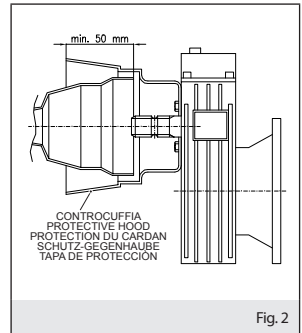

Fig. 2
- la controcuffia di protezione (fig.2) sia presente integra e ben fissata. La controcuffia deve coprire la protezione del giunto cardanico per almeno 50mm e deve impedire il contatto accidentale delle mani con organi in movimento.
- the protective hood (fig.2) is attached, in good order and properly anchored. The hood must cover the P.T.O. guard by at least 50mm and must prevent accidental hand contact with moving parts.
- la contre-coiffe de protection (fig. 2) est présente, intégrée et bien fixée. La contre-coiffe doit couvrir la protection du joint de cardan sur au moins 50 mm et doit empêcher le contact accidentel des mains avec les organes en mouvement;
- a) die Schutz-Gegenhaube (Abb.2) in unversehrt und gut befestigten Zustand vorhanden ist. Die Gegenhaube muss den Schutz des Kardangelns über mindestens 50 mm abdecken und den unbeabsichtigten Kontakt der Hände mit in Bewegung befindlichen Elementen verhindern.
- c) los tres puntos de anclaje (fig.2) previstos estén perfectamente fijados y bloqueados con las piezas en equipamiento. Un anclaje no correcto provoca el vuelco de la máquina con grave peligro para el operador.